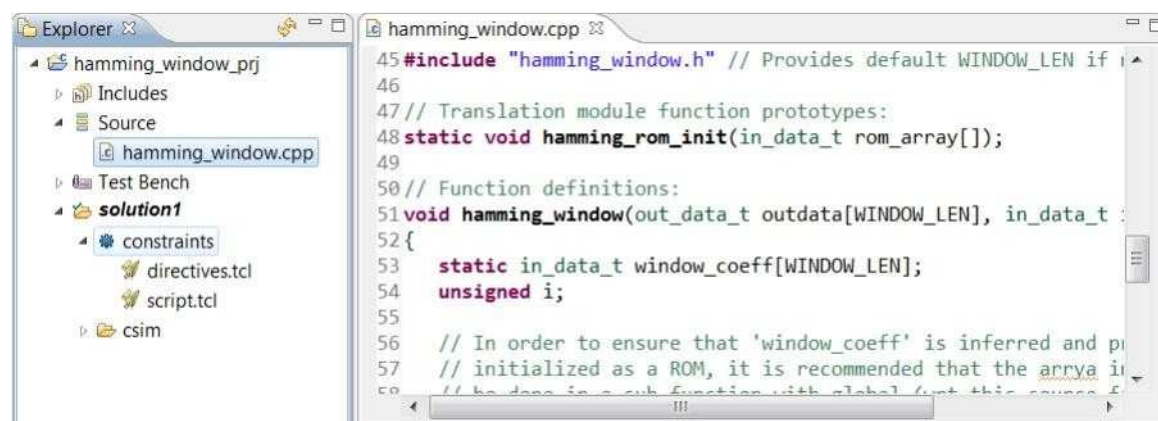

图 3-17:C Validation Lab 3 的 c++ 代码
- 4.在资源管理器窗格中打开源文件夹并双击 **hamming_window.cpp** 打开代码，如图 3-17 所示。